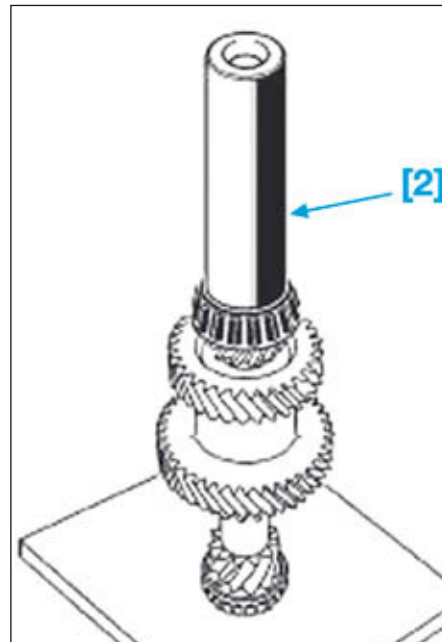

FIG.24
- Reposer les roulements à rouleaux coniques à l'aide de l'outil [2] (Fig.24) indice "M".